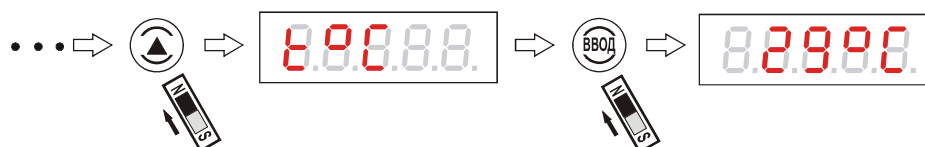

Рисунок 89 - Выбор режима отображения температуры внутри взрывонепроницаемой оболочки
2.9.5 При необходимости кратковременного изменения режима отображения результата измерения можно выбрать необходимый режим “нажатием” кнопки «ВВОД», например, просмотр температуры внутри взрывонепроницаемой оболочки, рисунок 89: